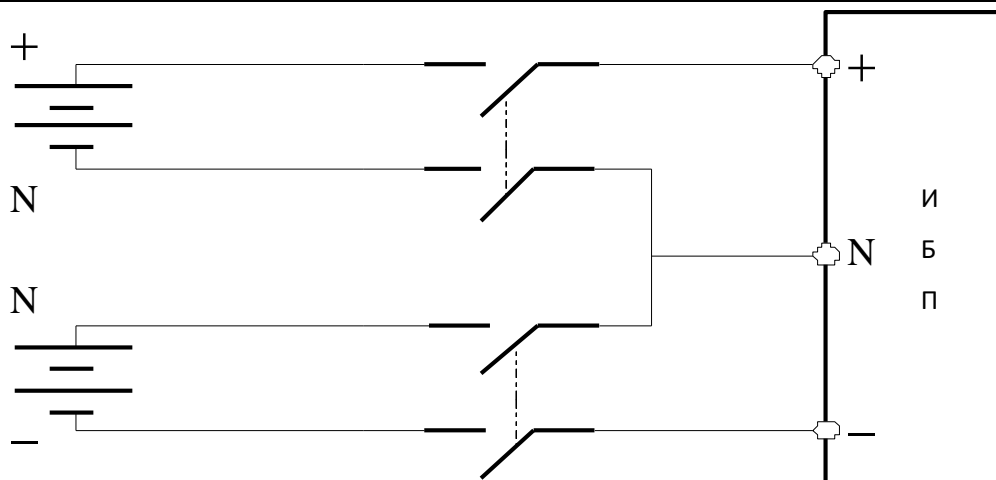

Рисунок 7-1 Схема подключения между аккумуляторной батареей, выключателем батареи и ИБП. Четыре отходящих кабеля.
1. Если внешняя аккумуляторная батарея состоит из положительной и отрицательной групп с независимым подключением (т.е. четыре отходящих кабеля от батареи до ИБП, см. Рисунок 7-1), рекомендуется использовать один 4P или два 2P автоматических DC выключателя в литом корпусе с предельной отключающей способностью 35 кА. На Рисунке 7-1 показаны подключения между аккумуляторной батареей, выключателем батареи и ИБП.